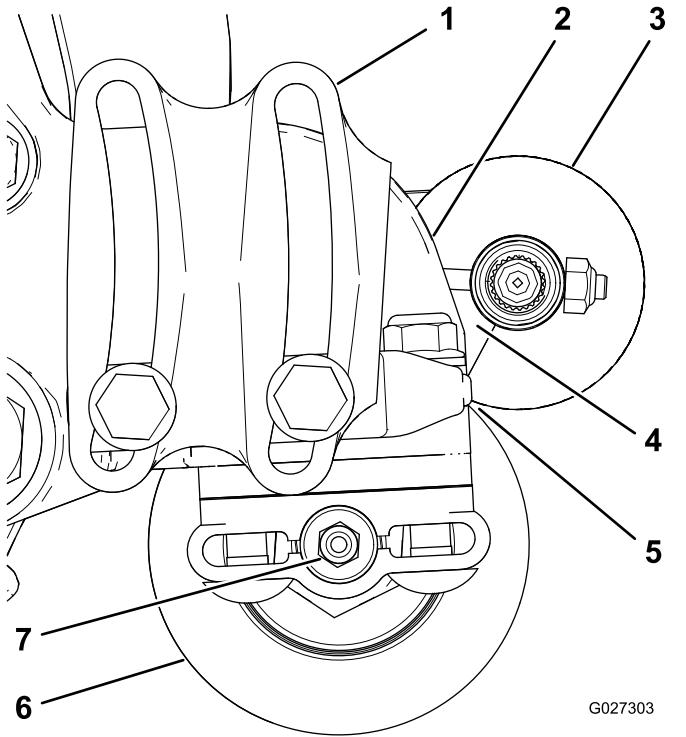

Bild 14
- Positionieren Sie die Rollenbürste so, dass sie die Heckrolle berührt oder aufliegt (Bild 14).